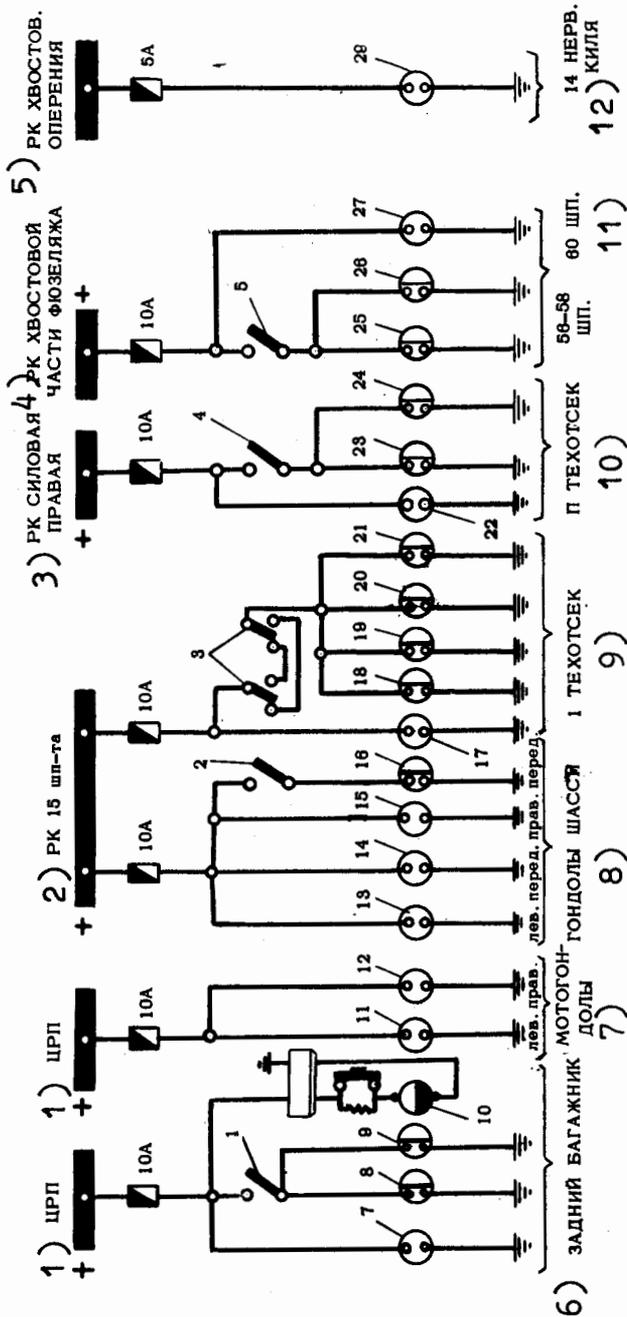

Abb. 1 Prinzipschaltung der Beleuchtung der technischen Räume und Gepäckräume
In der linken und rechten Fahrwerksgondel und in der Bugradluke ist je eine Leuchte des Typs PSM-51 (37), Abb. 1 (33-10-00), angebracht, die mit dem gemeinsamen Schalter WG-15K (36) betätigt werden, welcher an der Schalterplatte des Navigators angebracht ist. Außerdem befindet sich in den Fahrwerksgondeln und in der Bugradluke je eine Steckdose 47K (13, 14, 15), Abb. 1, zum Anschluß der Handlampen sowie im Ausrüstungsraum des Funkmeßgerätes ROS-1 die Leuchte P-39 (16) mit ihrem Schalter WG-15 (2). All diese Stromkreise sind mit der Sicherung SP-10 abgesichert, die im Verteiler am Spant 15 untergebracht ist.